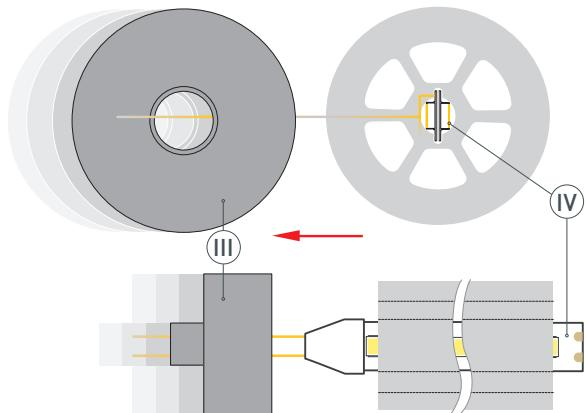

Рис. 2. Протяжка кабелей светодиодной ленты **IV** через отверстие в заглушке **III**, вид сверху
- 3** / Проденьте кабели питания светодиодной ленты **IV** через отверстие в заглушке **III**, как показано на рис. 2.